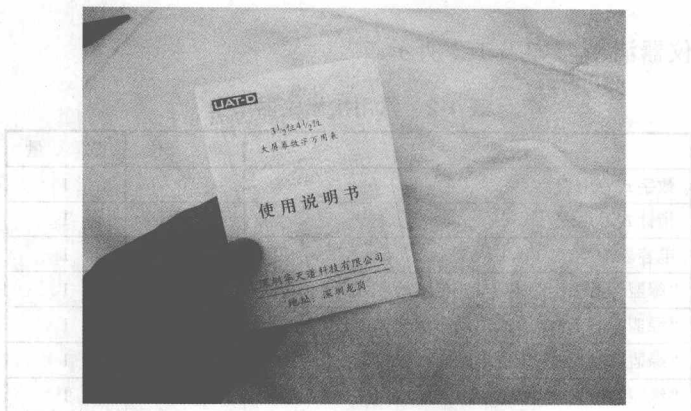

图 1-17 阅读万用表的使用说明书
(1) 如图 1-17 所示, 在使用前应认真阅读万用表的使用说明书, 熟悉电源开关、量程开关、插孔、特殊插口的作用。